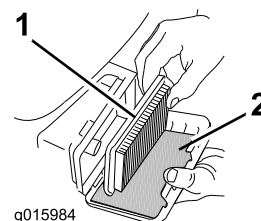

Figura 23
3. Estraiete il filtro aria di carta e il prefiltro in schiuma sintetica (Figura 23).